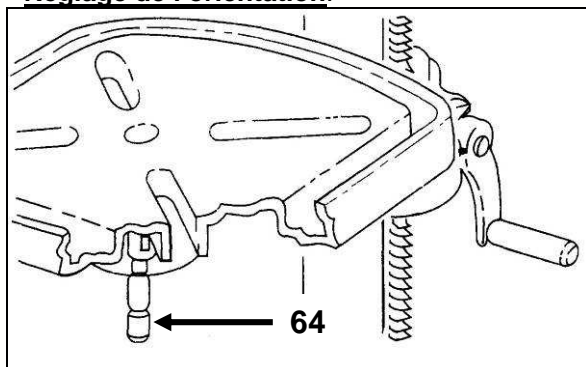

Fig 28
- Desserrez la poignée de blocage (64) et faites pivoter la table jusqu'à la position voulue (Fig 28).
- Resserrez la poignée (64).